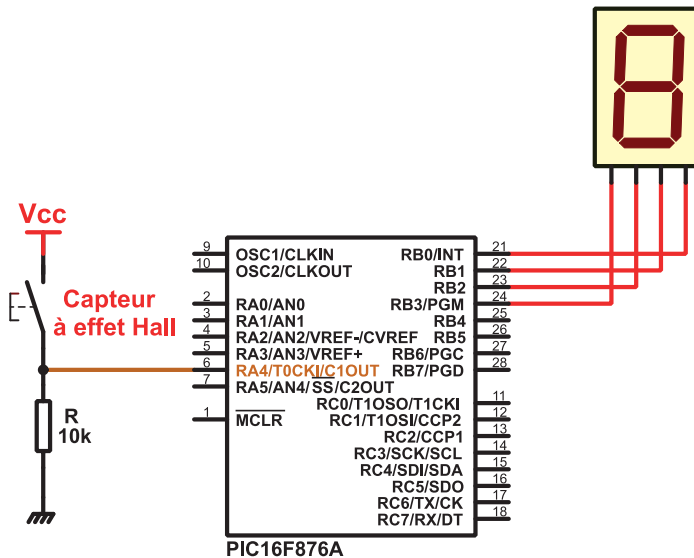

Figure 15
2. En se référant à la description faite précédemment, au schéma de simulation (figure 15) et au tableau ci-dessus, compléter le programme ci-après afin de concevoir le compteur désiré et d'afficher le cycle de comptage par un afficheur à 7 segments.